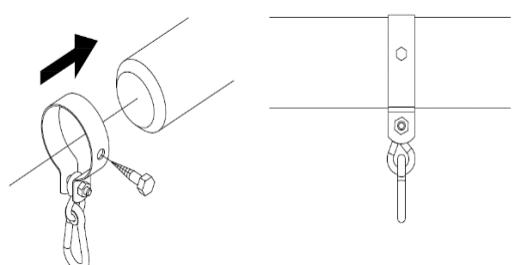

Figura 3
- 19.** Corretta installazione della staffa dell'altalena sulla traversa di sostegno in legno (Figura 3). La vite in legno 8x40 Zn necessaria per il fissaggio del prodotto non è inclusa nel set di fissaggio.